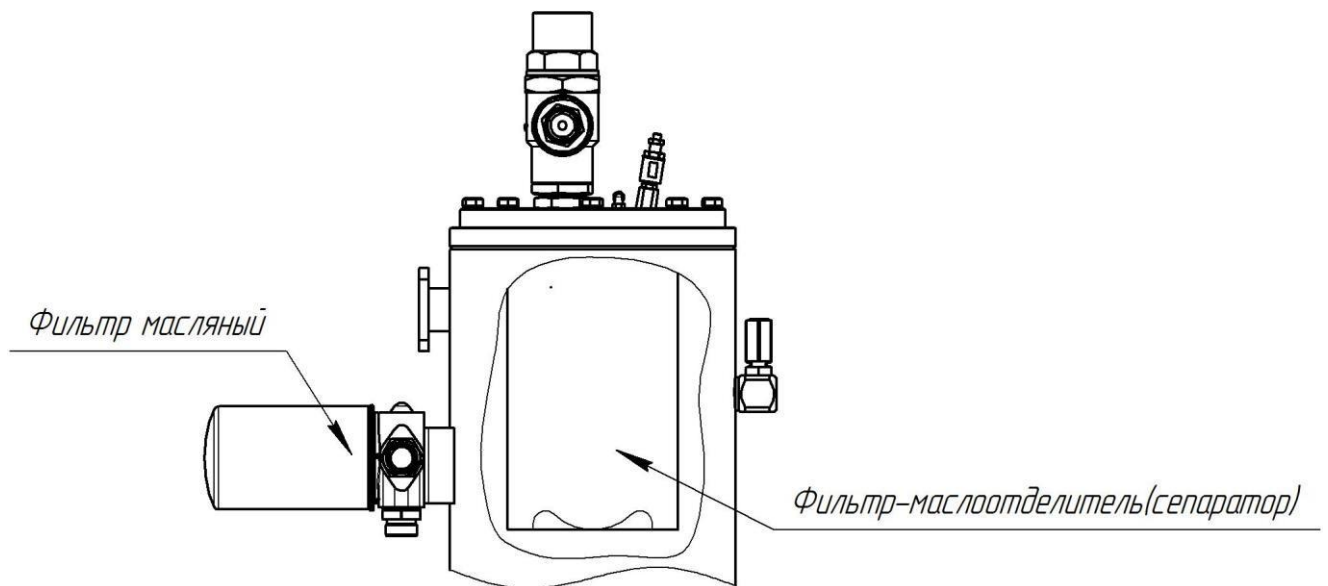

Рисунок 6
**8.3.5 Замена фильтра масляного (через каждые 4000 часов), но не реже одного раза в год (см. рисунок 6)**
**8.3.6** Замена фильтра-маслоотделителя (сепаратора) (через каждые 4000 часов), но не реже одного раза в год (см. рисунок 6)